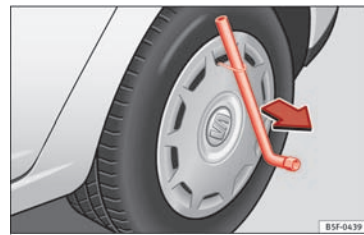

Fig. 61 Afmontering af hjulkapsel fra hjul
- Træk hjulkapslen af med afmonteringsbøjlen »» Fig. 61.